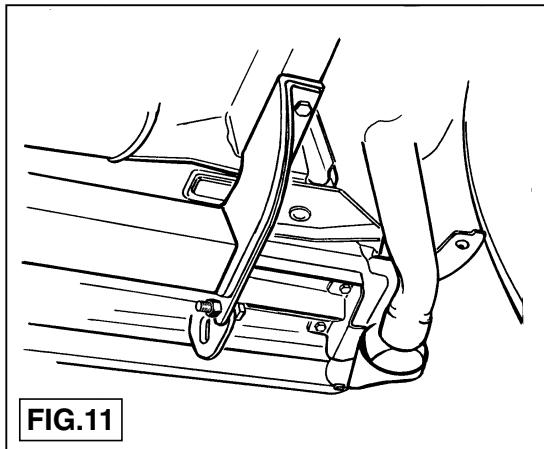
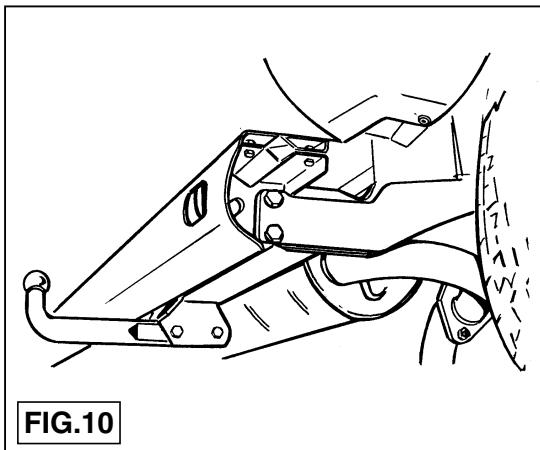

FIG.11
FIG.10
5. Fig. 10 en fig. 11 laten een gecombineerde montage van trekhaak en bumper zien.
5. Fig. 10 and fig. 11 show combined fitting of tow bar and bumper.
- Fig 10 och fig 11 visar dragkroken monterad i kombination med kofångaren.
- I fig. 10 og fig. 11 vises en kombineret montering af anhængertræk og kofanger.